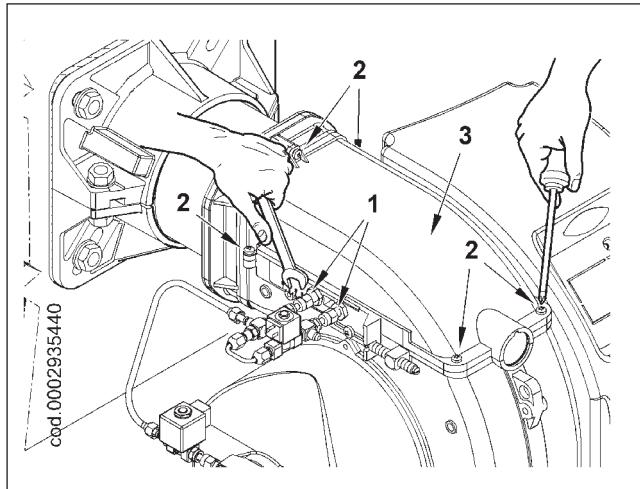

рис. 1
- Открутите винты 2 и снимите крышку 3 (рис.1).